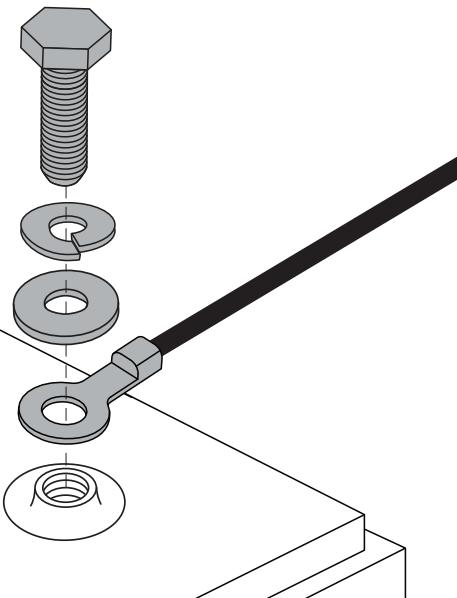

Figure 11. Batterie Borne Matériel
4. Débranchez les câbles de batterie des bornes de la batterie en faisant coulisser les capuchons des bornes. Voir la figure 11.
*NOTE: Certains scooters ont des entretoises installées pour sécuriser les batteries. Vous pouvez retirer les entretoises et les garder en sûreté jusqu'à ce que les batteries soient remplacées dans le scooter. Voir la figure 11.*